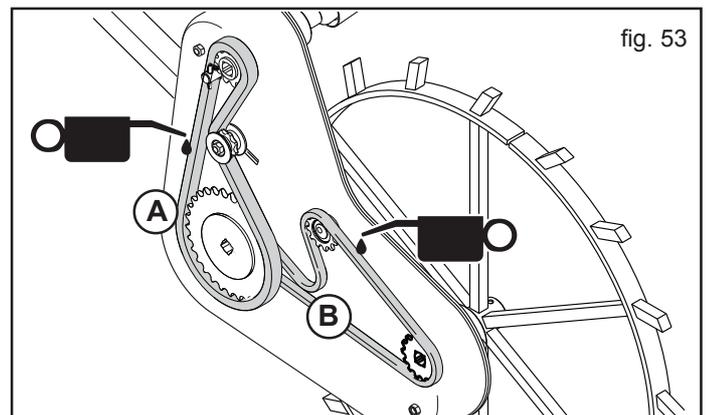
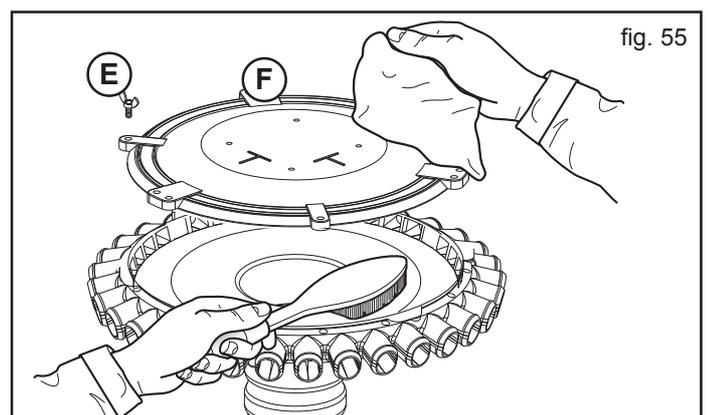

fig. 53
fig. 55
BEI BEGINN DER ARBEITS	<ul style="list-style-type: none"> - Überprüfen, dass das Getriebe ohne Hindernisse frei läuft. - Die Sämaschine leer anlassen, der Luftdurchfluss befreit die Leitungen von Kondenswasser und entfernt eventuelle Fremdstoffe (Abb. 53). - Zu jeder Jahreszeit einen kompletten Ölwechsel mit "AGIP EXIDIA HG 68" (0,7 kg) durchführen: <ol style="list-style-type: none"> 1) Stopfen entfernen (C, Abb. 55); 2) das ganze Getriebeöl aus dem Ablass (D) auslaufen lassen und in einem geeigneten Behälter auffangen; 3) neues Öl (0,7 kg) einfüllen und Stopfen schließen.